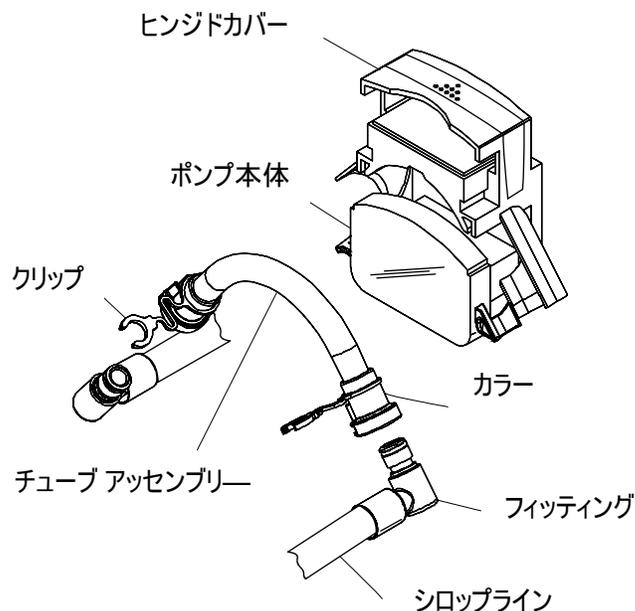

図68
13. ポンプチューブの両端を持ち、ポンプ本体から取り外します(図68を参照。)